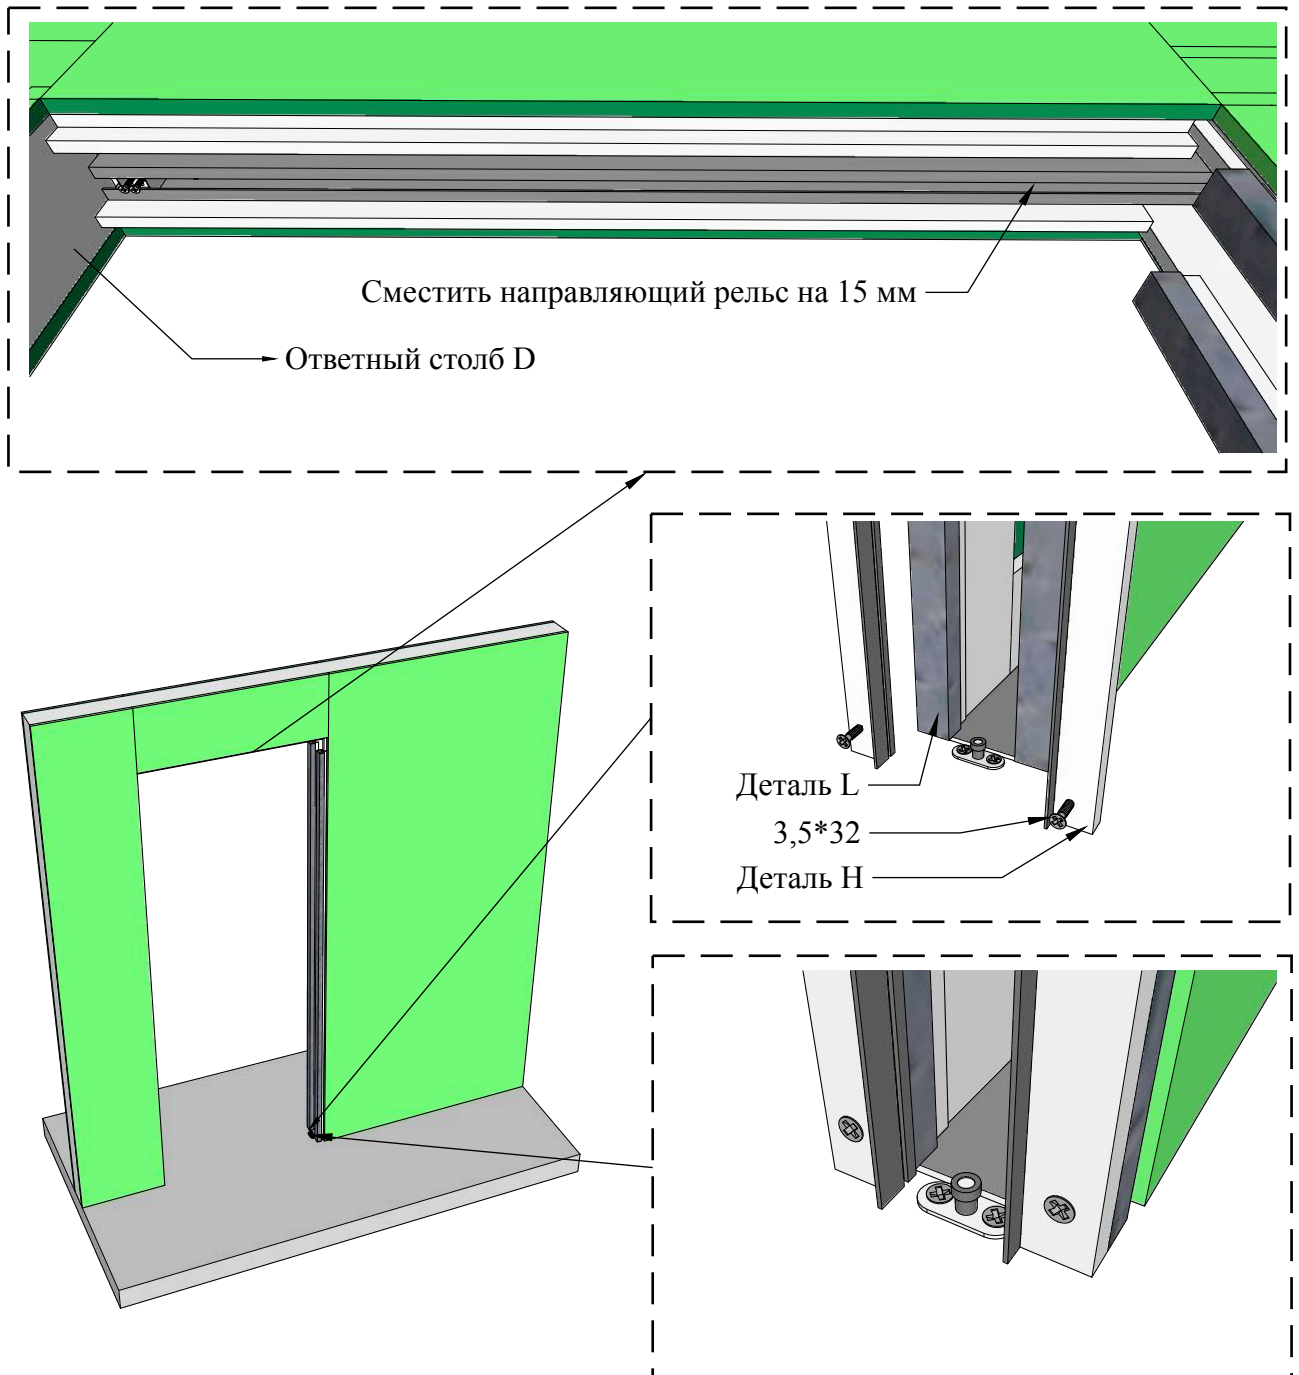

Рисунок 20
8.5. После монтажа дверного полотна следует обратно установить детали H на жёсткость L, закрепив саморезами 3,5*32 мм. Перед установкой вставьте в пазы деталей H щёточный уплотнитель (Рис.20).